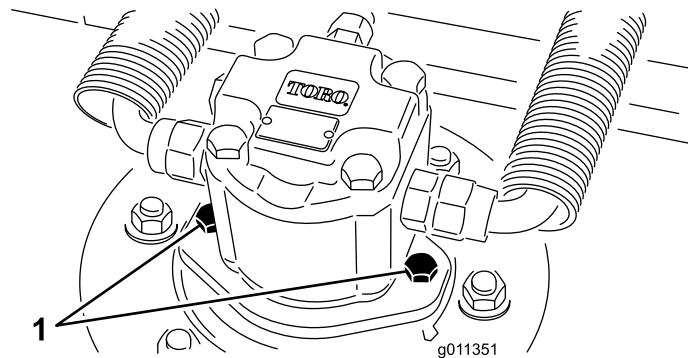

Figura 10
2. Scollegate e staccate il motore idraulico dal piatto di taglio (Figura 10). Coprite la parte superiore dell'alberino per impedire che venga contaminato.
4. Montate il motore idraulico sul piatto di taglio (Figura 10). Verificate che l'O-ring sia in sede e non sia danneggiato.